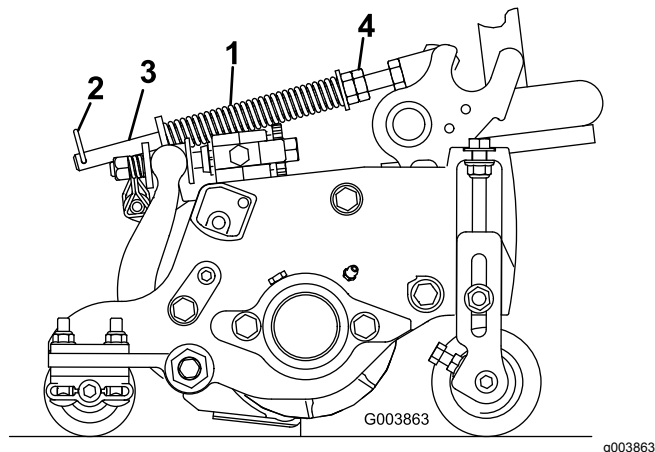

Figure 15
Le ressort de compensation transfère aussi le poids du rouleau avant au rouleau arrière (Figure 15). Cela évite la formation d'ondulations à la surface de la pelouse.
1. Vérifiez que la goupille fendue est insérée dans le trou de la tige de ressort (Figure 15).
2. Serrez les écrous hexagonaux sur l'extrémité avant de la tige de ressort jusqu'à ce que la longueur du ressort comprimé soit égale à 13 cm sur les unités de coupe de 13 cm ou à 16 cm sur les unités de coupe de 17 cm (Figure 15).